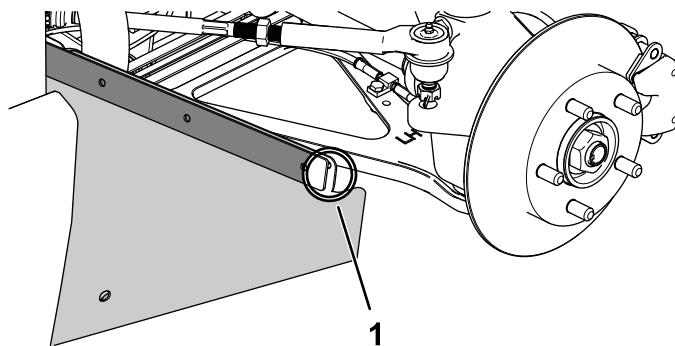

図 5
7. 2 枚のシールのエッジを、フロアプレートのエッジ/フランジに合わせる 図 5。